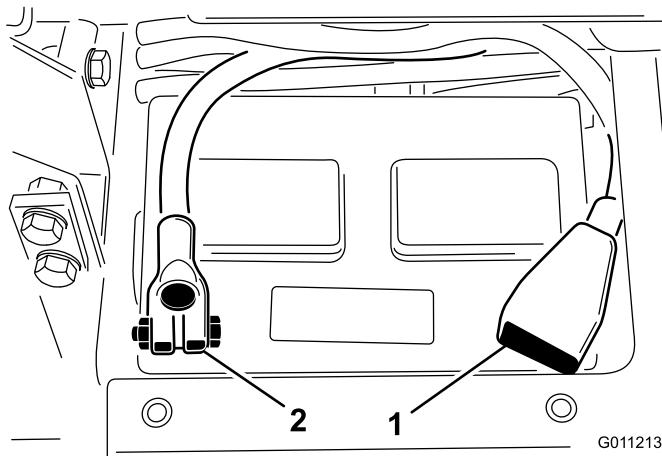

Figure 5
- Raccordez le câble positif (rouge) de la batterie à la borne positive (+) et le câble négatif (noir) à la borne négative (-) et fixez-les en place avec les vis et les écrous (Figure 5). Assurez-vous que le collier du câble positif (+) est bien engagé sur la borne de la batterie et que le câble est placé tout près de la batterie. Le câble ne doit pas toucher le couvercle de la batterie.